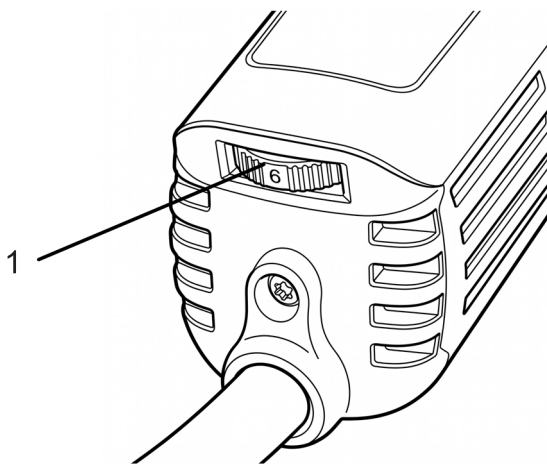

Рис. 10
Вы можете отрегулировать обороты абразивного диска в зависимости от типа обрабатываемого материала. Регулировка оборотов диска производится с помощью колеса регулятора оборотов диска (1) (Рис. 10).